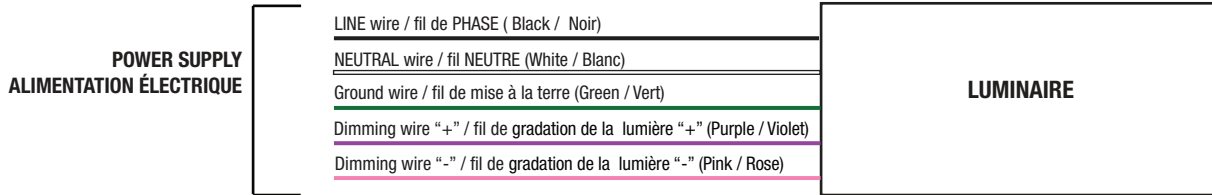

Fig. 5
5. Make wiring between the stem wires and junction box wires using the wire nuts (Fig. 2D and Fig. 5). See ELECTRICAL WIRING below.
4. Make wiring between the luminaire and junction box wires using the wire nuts (Fig. 3C and Fig. 5). See ELECTRICAL WIRING below.
5. Make wiring between the luminaire and junction box wires using the wire nuts (Fig. 4C and Fig. 5). See ELECTRICAL WIRING below.
## ELECTRICAL WIRING (Fig. 5)
3. Réaliser les connexions électriques entre le luminaire et les fils de la boîte de jonction en utilisant les capuchons de connexion (Fig. 1B et Fig. 5). Voir CONNEXIONS ÉLECTRIQUES ci-dessous.
2. Réaliser les connexions électriques entre les fils du luminaire et les fils de la tige en utilisant les capuchons de connexion (Fig. 2A et Fig. 5). Voir CONNEXIONS ÉLECTRIQUES ci-dessous.
4. Réaliser les connexions électriques entre le luminaire et les fils de la boîte de jonction en utilisant les capuchons de connexion (Fig. 3C et Fig. 5). Voir CONNEXIONS ÉLECTRIQUES ci-dessous.
5. Réaliser les connexions électriques entre le luminaire et les fils de la boîte de jonction en utilisant les capuchons de connexion (Fig. 4C et Fig. 5). Voir CONNEXIONS ÉLECTRIQUES ci-dessous.
## CONNEXIONS ÉLECTRIQUES (Fig. 5)